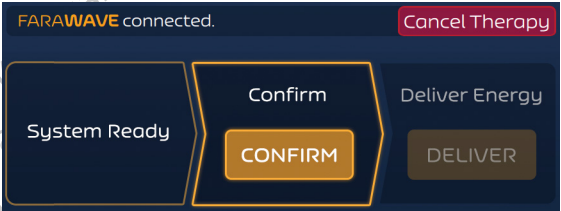

Figure 9. Écran Therapy (Thérapie) - Mode asynchrone - État Confirm (Confirmer)
- Une fois l'initialisation terminée, le bouton CONFIRM (CONFIRMER) sera mis en surbrillance comme illustré à la Figure 9.
- Le générateur FARASTAR PFA reviendra alors à l'état CONFIRM (CONFIRMER) comme illustré à la Figure 9.